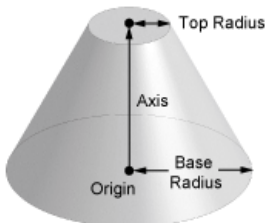

图 3-69 圆锥（台）
- 圆锥（台），由 **Cone** 按钮提供，参数如图 3-69 所示。